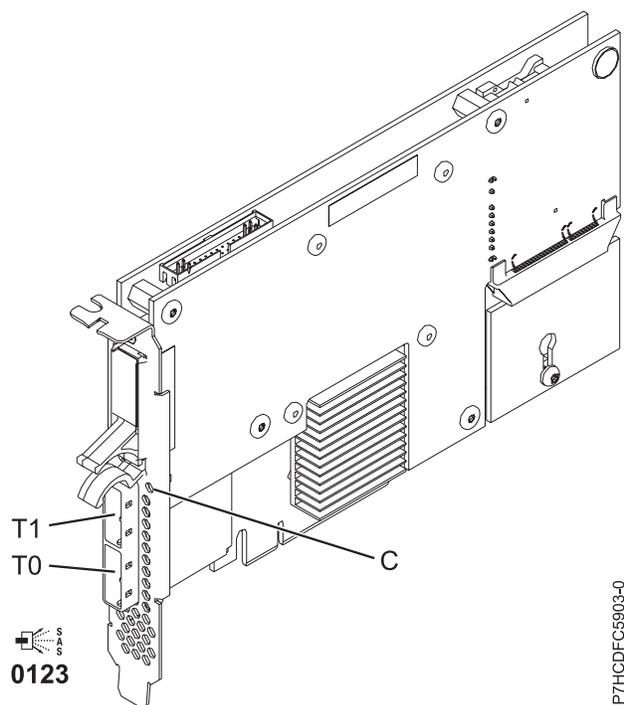

Figure 37. Carte SAS RAID PCIe double accès - x4 3 gigabits
L'adaptateur 5903 ou 5805 possède un voyant ((C) dans la figure 37, à la page 107) qui clignote si des données sont présentes en cache. Le voyant de présence de données en cache clignote lorsqu'il y a de possibles données présentes dans le cache de l'adaptateur. Si le voyant indiquant la présence de données en cache clignote, ne remplacez pas le bloc de batteries de cache. S'il est remplacé pendant que le voyant clignote, les données en cache seront perdues. Voir la figure 37, à la page 107 pour localiser le voyant de présence de données en cache sur cet adaptateur.